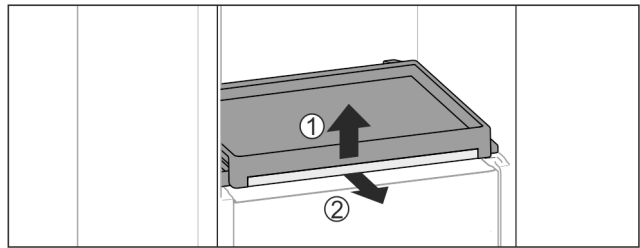

Fig. 111
- Rimuovere il ripiano estraibile con ripiano di vetro: sollevare leggermente in avanti il ripiano di vetro Fig. 111 (1) e tirarlo in avanti Fig. 111 (2).